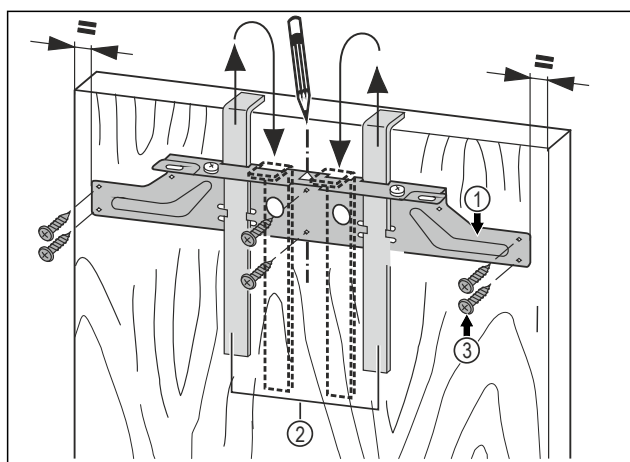

Fig. 20
- Upevňovací příčník Fig. 20 (1) zavěste pomocí montážních pomůcek Fig. 20 (2) na vnitřní stranu nábytkových dvířek.
- Upevňovací příčník Fig. 20 (1) vyrovnejte středově vůči dvířkům.
- Upevňovací příčník Fig. 20 (1) přišroubujte minimálně 6 šrouby Fig. 20 (3).
- Upevňovací příčník Fig. 20 (1) přišroubujte 4 šrouby Fig. 20 (3) na okraji.
- Montážní pomůcky Fig. 20 (2) vytáhněte směrem nahoru a zasuňte je obráceně do sousedních upínacích otvorů.